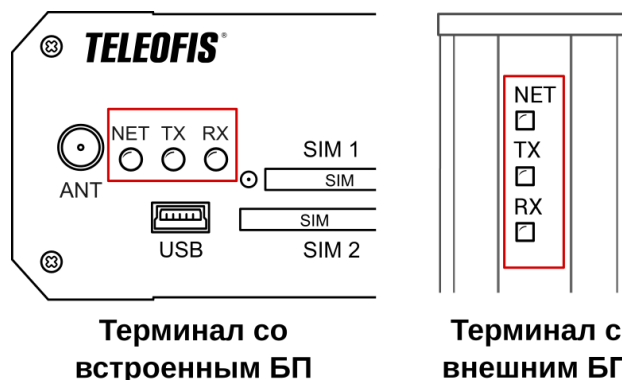

Рис. 12. Индикаторы NET, RX, TX.
1. NET, RX, TX — индикаторы для отображения регистрации терминала в сети и установки соединения с сервером (Рис. 12). В терминалах с питанием от внешнего блока индикаторы вынесены на боковую часть корпуса, а в приборах со встроенным блоком питания — размещены на передней панели.